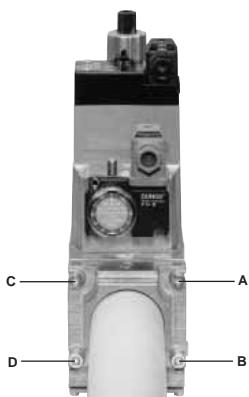
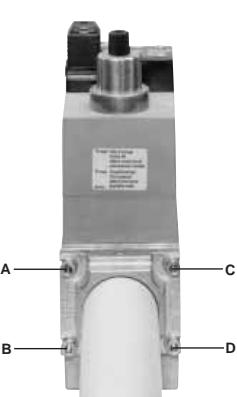

Рис. 6
Рис. 7
1. Установить фланец на трубе. Использовать соответствующую применяемому газу оснастку (Рис. 6)
3. Затянуть винты A, B, C и D (Рис. 6 - Рис. 7)